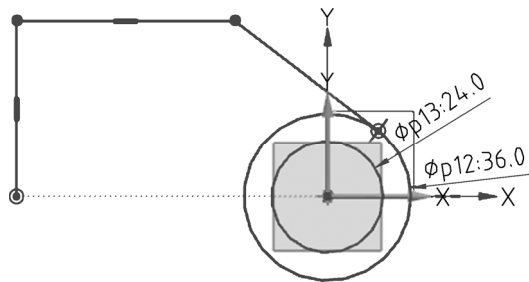

图 1-3-8 绘制外轮廓
(3) 绘制半个外轮廓。点击【直接草图】→【轮廓】命令，绘制如图 1-3-8 所示的半个外轮廓。